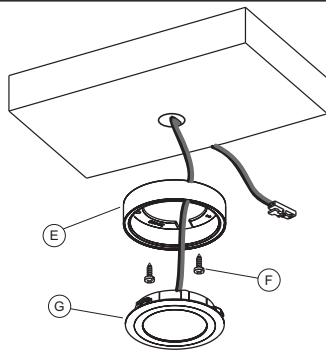

Fig 6
funzionamento gli apparecchi **DATE 2.0 TW, CUBIT XL TW e CLASSIC TW** dovranno essere collegati esclusivamente ad un sistema di regolazione fornito da DOMUS Line quale ad esempio **MAGIC BOX, MAGIC TUNE, TOUCH TW**, ecc. forniti separatamente. Per informazioni dettagliate su caratteristiche e modelli dei sistemi di regolazione Tunable White di DOMUS Line consulta il sito www.domusline.com o contattaci. Tutti i modelli di **DATE 2.0** possono essere inoltre dotati di supporti per l'installazione in superficie (fig. 6,7). La configurazione **SP** è riferita agli apparecchi con supporto di superficie simmetrico; la configurazione **OB** è riferita agli apparecchi con supporto di superficie asimmetrico. La configurazione **ML** è riferita agli apparecchi per l'installazione ad incasso su ripiani in metallo dello spessore di min. 0,7mm.
MAGIC BOX, MAGIC TUNE, TOUCH TW, etc., sold separately. For more detailed information on DOMUS Line Tunable White adjustment system characteristics and models go to www.domusline.com or contact us. All of the **DATE 2.0** models can also be fitted with hardware for surface installation (fig. 6,7). The **SP** configuration refers to the devices with symmetrical surface support. The **OB** configuration refers to the devices with asymmetrical surface support. The **ML** configuration refers to devices for flush mount installation on 0.7 mm thick (min.) metal surfaces.
- Secure the bracket (E) to the installation surface with the included screws (F); insert the light (G) into the support, applying light pressure until it is completely fitted as illustrated in figure 6.
ausschließlich an ein von DOMUS Line geliefertes Regelungssystem wie z. B. MAGIC BOX, MAGIC TUNE, TOUCH TW usw. (separat zu bestellen) angeschlossen werden. Für detaillierte Informationen zu den Eigenschaften und Modellen der Tunable-White-Regelungssysteme von DOMUS Line besuchen Sie die Website www.domusline.com oder kontaktieren Sie uns. Alle **DATE 2.0**-Modelle können zudem mit Halterungen für die Anbaumontage ausgestattet werden (Abb. 6,7). Die Ausführung **SP** bezieht sich auf Leuchten mit symmetrischer Halterung für die Anbaumontage. Die Ausführung **OB** bezieht sich auf Leuchten mit asymmetrischer Halterung für die Anbaumontage. Die Ausführung **ML** bezieht sich auf Leuchten für die Einbaumontage in Metallböden mit einer Dicke von mindestens 0,7 mm.
- Die Unterstützung (E) mit den im Lieferumfang enthaltenen Schrauben (F) an der Montagefläche fixieren. Den Strahler (G) in die Unterstützung einsetzen, bis dieser komplett einrastet (siehe Abb. 6).